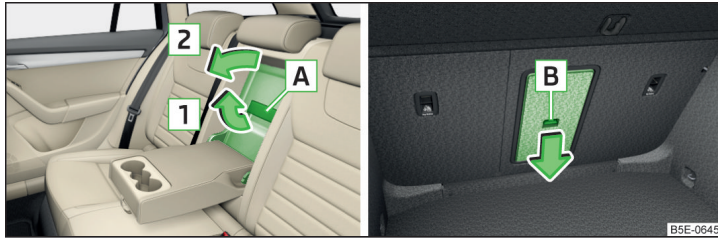

Abb. 114 Deckel öffnen: vom Fahrgastraum aus / vom Gepäckraum aus
- Den Griff **A** in Pfeilrichtung **1** ziehen und den Deckel in Pfeilrichtung **2** herunterklappen » Abb. 114.
- Die Armlehne hinten und den Deckel in der Sitzlehne herunterklappen » Abb. 114 auf Seite 104.